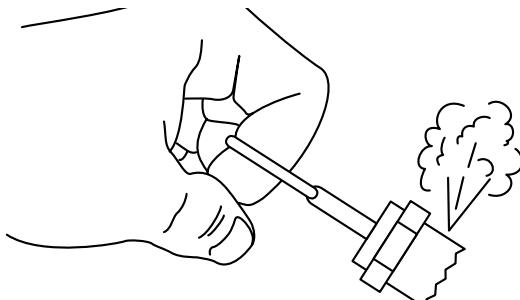

Fig. 4
- Assurez-vous que la valve de sécurité fonctionne correctement en tirant sur l'anneau de la valve et en permettant ainsi la réinitialisation de la valve (Voir Fig.4).